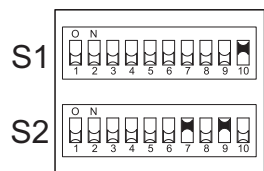
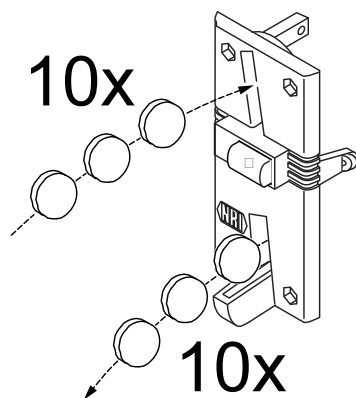

Fig. 21
Fig. 22
1. De volgende DIL-schakelaars op Schakelaarblok S2 naar boven op ON zetten (Fig. 21).
- b) zet daarna S2-7 muntkanaal 6 (TM) op ON
2. Minstens 10x een token inwerpen (Fig. 22). (niet 10x dezelfde). Na inworp van de 10 munten trekt de blockerspoel (inwendig) eenmaal aan.
4. Servicemenu; verander muntkanaal 6 (menu item 2.5 Betaalsysteem) van €2,00 naar TOKEN.